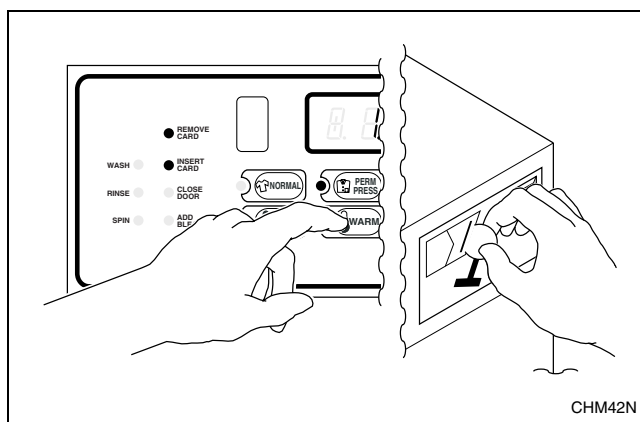

Figura 6
5. Seleccione el ciclo y la temperatura. Consulte la *Figura 6*.
7. Compruebe el precio que aparece en la pantalla digital. Consulte la *Figura 6*.